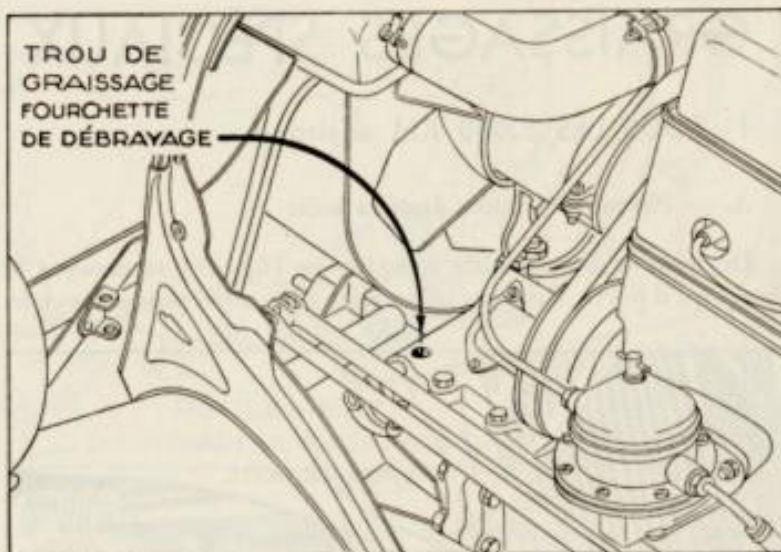

Fig. 17.
**B. — La fourchette de débrayage (fig. 17).**